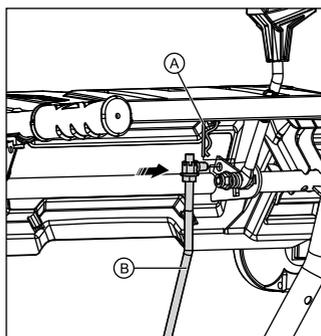

Рис. 4
9. Тягу скорости движения (В) присоедините к ручке переключения скоростей на панели (А) (рис. 4).